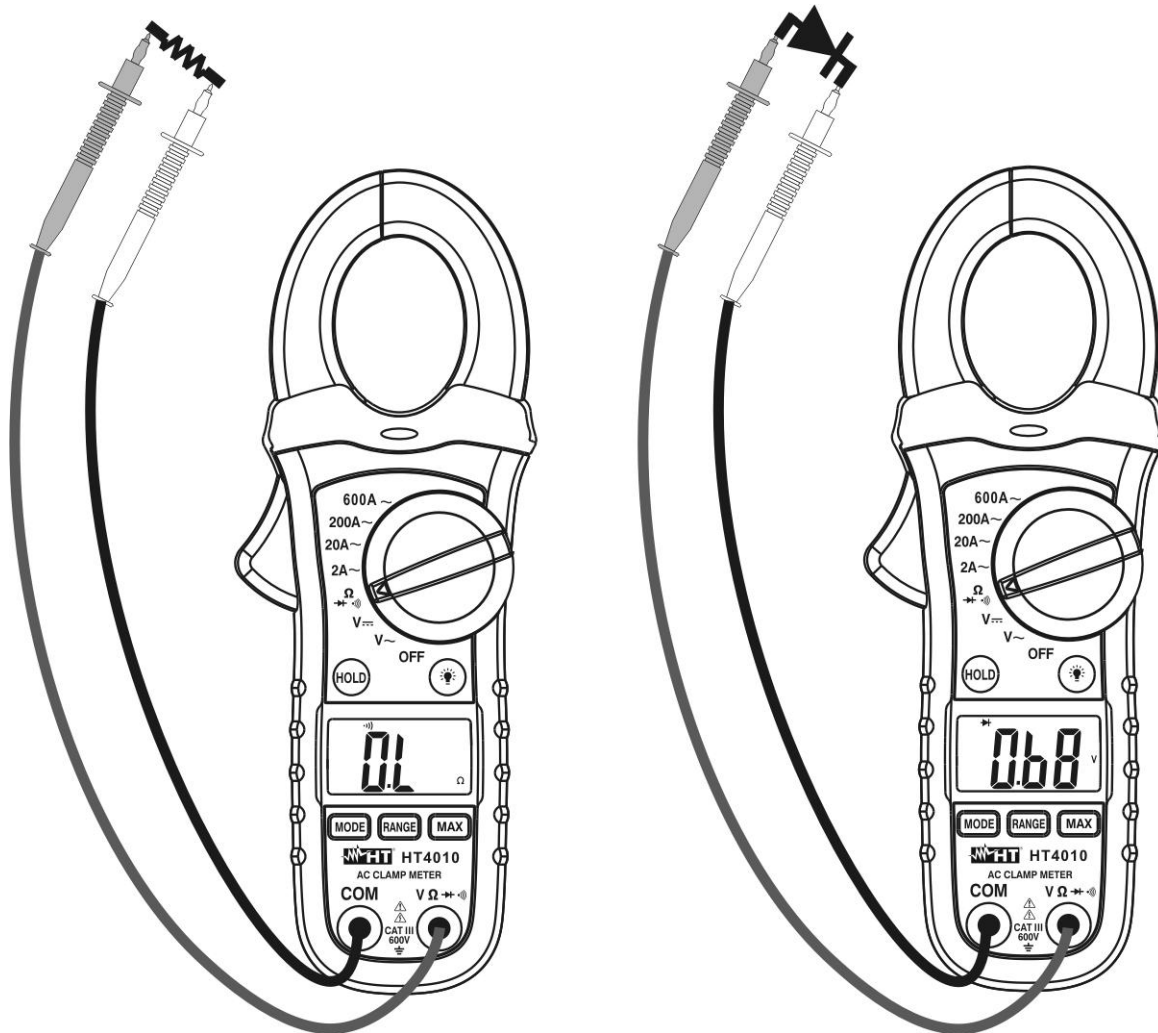

Fig. 6: Uso da pinça para Teste de Continuidade e Teste de díodos
3. Inserir o cabo vermelho no terminal de entrada $V\Omega \rightarrow \text{▶|}$) e o cabo preto no terminal de entrada **COM** e executar o teste de continuidade no objecto em teste (ver Fig. 6 – parte esquerda). O indicador sonoro emite um sinal acústico quando o valor da resistência medido é inferior a cerca de 150Ω
5. Ligar a ponteira vermelha ao ânodo do díodo e a ponteira preta ao cátodo no caso de medição da polarização directa (ver Fig. 6 – parte direita). Inverter a posição das ponteiros no caso de medição da polarização inversa